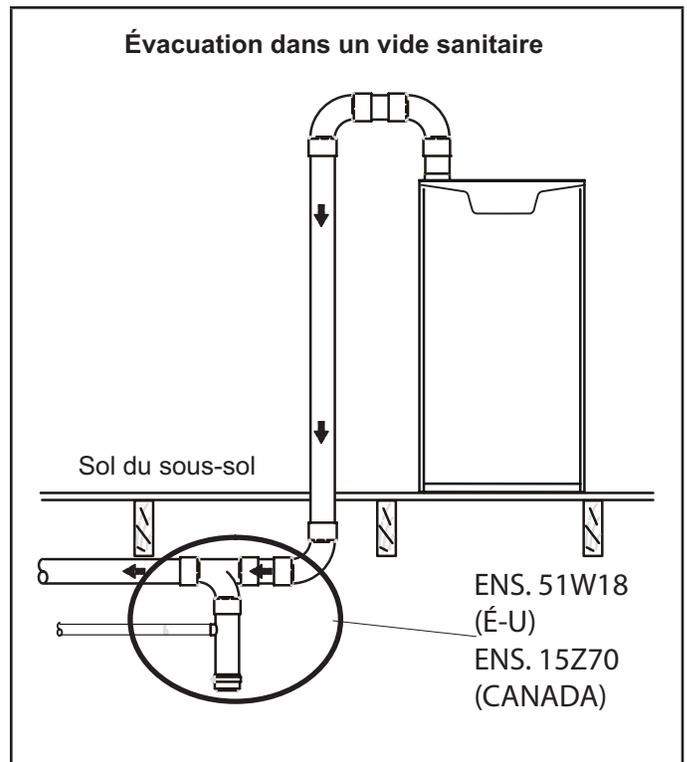

FIGURE 47
Lennox fournit l'ensemble 51W18 (États-Unis) et 15Z70 (Canada) pour installer des tuyaux d'évacuation en PVC de 2 ou 3 po à travers les solives de plancher et dans le vide sanitaire. Voir « FIGURE 47 ». Cet ensemble peut également être utilisé comme drain supplémentaire pour les installations avec écoulement du condensat dans le tuyau d'évacuation (par exemple, longs passages horizontaux, espaces non climatisés, etc.).
- 2 - Utiliser un grand tournevis à tête plate ou une douille d'entraînement de 1/2 po pour retirer le capuchon (figure 47) du boîtier du collecteur de l'extrémité froide à l'emplacement approprié sur le côté de l'appareil. Installer un coude de 3/4 po NPT sur le boîtier du collecteur de l'extrémité froide. Utiliser de l'adhésif au Téflon ou un enduit d'enrobage approprié.